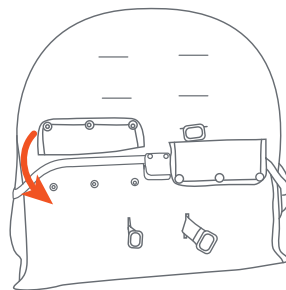

Fig. 7c
• With the frame inside the flap, snap the buttons closed to secure it to the child seat (Fig. 7c). Repeat for the other side.
• Con el marco dentro de la solapa, cierre los botones para asegurarlo al asiento para niños (Fig. 7c). Repita para el otro lado.